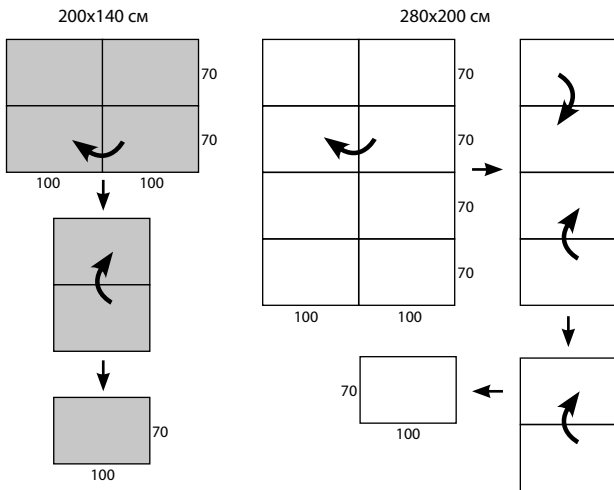

Рис. 4. Последовательность складывания нагревателей 200x140 см и 280x200 см
5. Перед тем, как убрать нагреватель для длительного хранения, удалите загрязнения с помощью бытового пылесоса для «сухой» уборки. Затем правильно сверните нагреватель строго в той последовательности, которая указана на Рис. 4 и уложите в коробку для хранения.